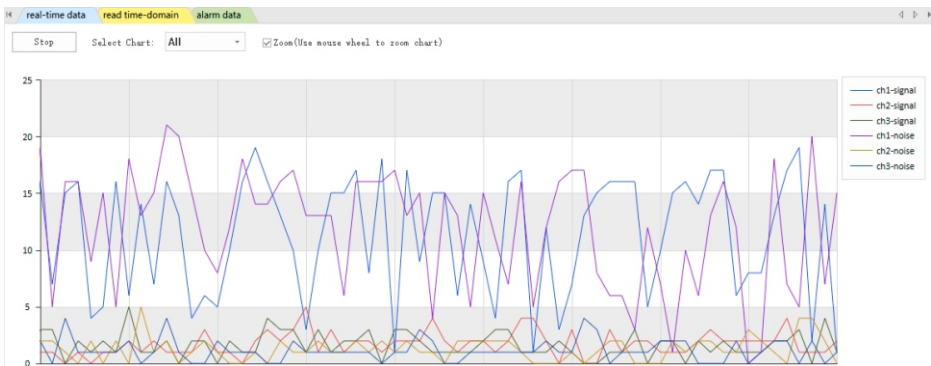

Рисунок 5-2
**Шаг №4:** нажмите кнопку **Monitor** на интерфейсе данных времени чтения (рисунок 5-2). Интерфейс покажет значение спектров для каждого канала, после чего спектры можно настроить должным образом. Метод определения правильного значения спектра: к максимальному значению спектра на осциллограмме добавляются 10 или 20. Возьмите, например, приведенный ниже график для канала 1, максимальный спектр для канала 1 составляет около 20, поэтому 40 ( $20+20=40$ ) может быть занести в форму значений спектров. Низкий уровень канала 1 установлен на 40, затем нажмите кнопку «Сохранить/Save» , а затем проверить рабочее состояние системы. Если есть ложные срабатывания, то делаем третий шаг. Если нет ложной тревоги, но обнаружение плохое, повторите четвертый шаг. Метод подсчета и установки спектров ch2 и ch3 такой же, как и ch1. Если повторяет вышеуказанные шаги много раз, но проблема все еще не может быть решена. Это может быть проблема фазовой синхронизации. Пожалуйста, обратитесь к разделу «Регулировка фазы».